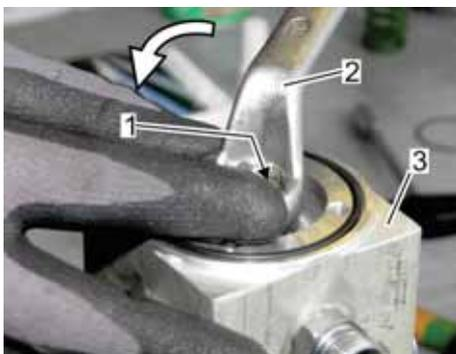

Abb. 59: Ventilsitz herausdrehen
- 11. ➤ Den Ventilsitz (Abb. 59/1) mit einem Ringschlüssel SW 19 (Abb. 59/2) aus dem Gehäuse (Abb. 59/3) herausdrehen und beiseitelegen.